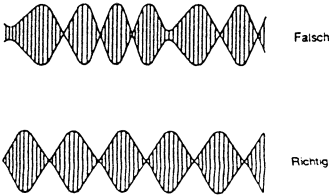

Abb. 3-8
Einstellvorgang:  1) Eine Leer-Cassette laden und die Einheit auf den Wiedergabemodus schalten. 2) Darauf achten, daß das Band an der Vorratsteller-Führungsrolle (2) keine Falten bildet. Falls Falten festgestellt werden, die Oberseite der Vorratsteller-Führungsrolle (2) mit einem Schlitzschraubendreher usw. drehen, um eine Feineinstellung der Höhe auszuführen (Abb. 3-9). 3) Das Oszilloskop an TP3 auf der ATF-Vorrichtung anschließen (Abb. 3-7). 4) Das Oszilloskop mit TP1 (SW25) auf der ATF-Vorrichtung triggern. 5) Das vollständig zurückgespulte Abgleichband laden und die Einheit auf den Suchlauf vorwärts schalten. 6) Die Oberseite der Vorratsteller-Führungsrolle (2) mit einem normalen Schraubendreher usw. drehen, um diese abzusenken, bis die rhombische FM-Wellenform die Form verliert (Abb. 3-8). Wenn die FM-Wellenform nicht die Form verliert, wenn die Vorratsteller-Führungsrolle (2) um mehr als 360° gedreht wird, die Vorratsteller-Führungsrolle (2) auf ihre ursprüngliche Höhe zurückbringen, um diese Einstellung zu beenden. 7) Die Oberseite der Vorratsteller-Führungsrolle (2) in die entgegengesetzte Richtung gegenüber von Schritt 6) drehen, so daß die rhombische FM-Wellenform geformt wird.